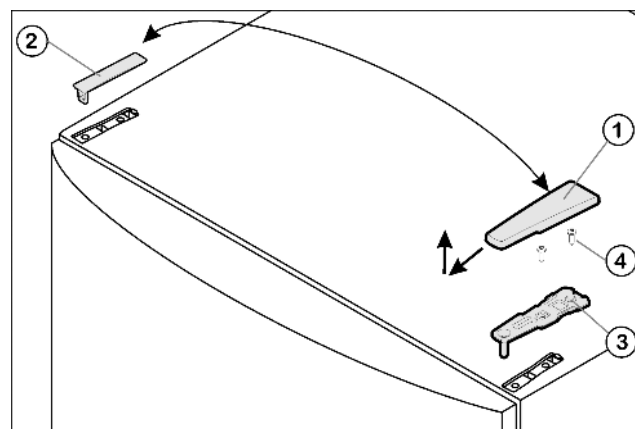

Fig. 4
- ▶ Потяните крышку Fig. 4 (1) вперед и вверх.
- ▶ Снимите крышку Fig. 4 (2).
- ▶ Открутите верхний опорный кронштейн *Fig. 4 (3)* (2 шт. Torx® 25) *Fig. 4 (4)* и вытяните вверх.
- ▶ Установите верхний опорный кронштейн *Fig. 4 (3)* на новой стороне шарнира и защелкните в дверце.
- ▶ Привинтите верхний опорный кронштейн (**с моментом 4 Нм**)(2 шт. Torx® 25) Fig. 4 (4). При необходимости проделайте отверстия или используйте аккумуляторную отвертку.
- ▶ Наденьте и защёлкните крышку Fig. 4 (1) и крышку Fig. 4 (2) на противоположной стороне снаружи.